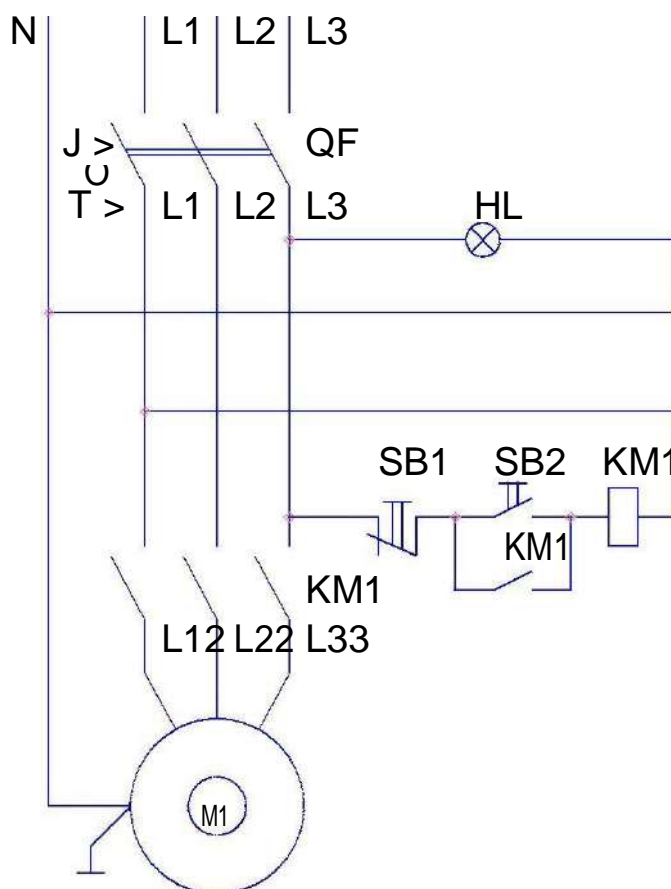

Рис.3 Схема электрическая принципиальная
4.3 Схема электрическая принципиальная представлена на рис. 3 (перечень к схеме дан в таблице 3).